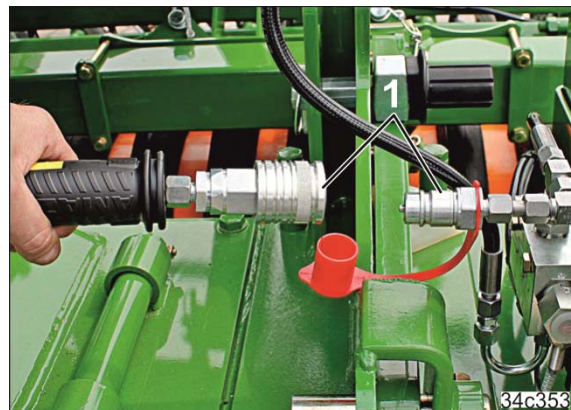

Fig. 136
8. Retirer les conduites hydrauliques (Fig. 136/1)